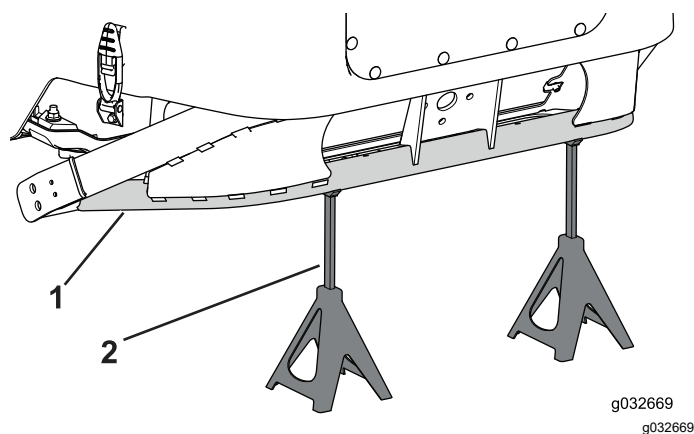

Figure 115
2. Avec un cric d'atelier, soulevez suffisamment l'arrière de la machine pour permettre l'installation des roues d'été et soutenez le cadre avec des chandelles (Figure 115).
6. Avec un cric d'atelier, abaissez les roues d'été au sol et soutenez l'arrière du cadre avec des chandelles (Figure 115).